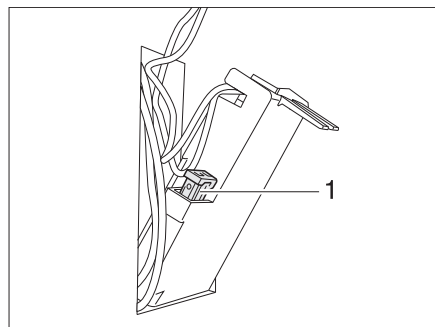

Fig. 99 Fusible del inodoro Thetford
- Cambiar el fusible (Fig. 99,1).